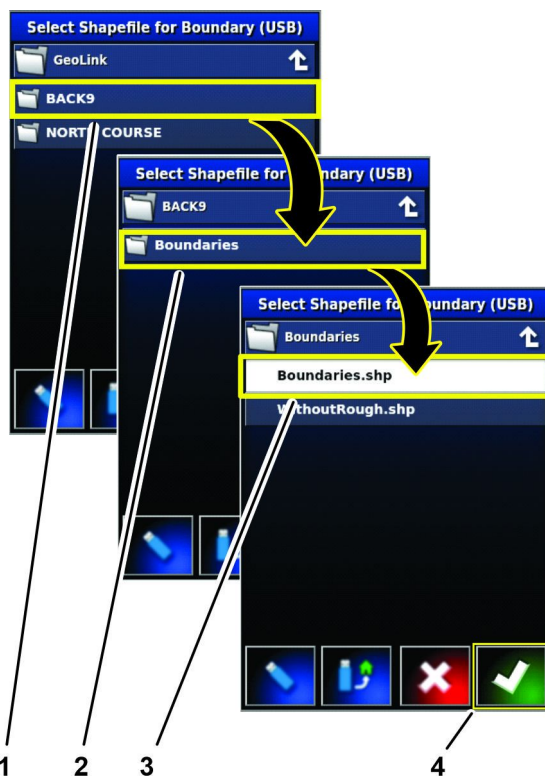

Рисунок 76
8. Нажимайте значки каталогов (Рисунок 76), чтобы перейти к информации о поле, которую вы экспортировали при выполнении пункта 4 в разделе Экспорт границ полей (страница 32).
9. Нажмите на значок «ГРАНИЦЫ», затем нажмите на значок BOUNDARIES.SHP, а затем нажмите на значок подтверждения (Рисунок 76).